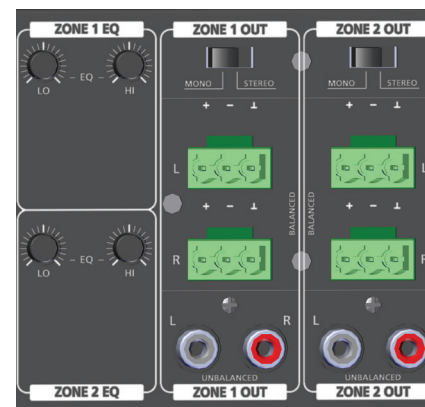

Рисунок 7. Выходы и эквалайзеры зон
1. См. рисунок 7. Подключите стереовыходы либо к балансному разъему Euroblock, либо к небалансному разъему RCA для зоны 1 или 2. Можно выбрать режим стерео или моно.